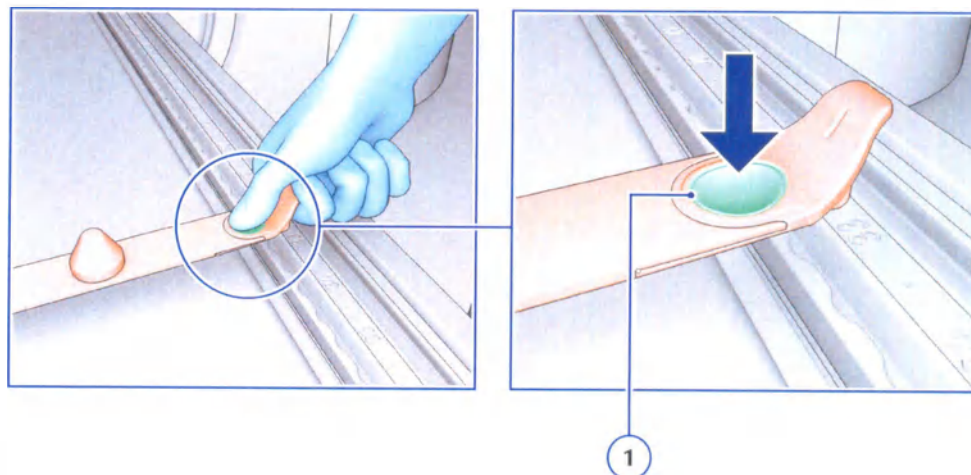

Рис. 6.9 Один конец разметочной планки закреплен
- d Удерживайте другой конец разметочной планки на небольшом расстоянии над пазом таким образом, чтобы большой палец оказался на прижиме, а указательный — придерживал планку. Осторожно нажмите большим пальцем на прижим (см. Рис. 6.9).